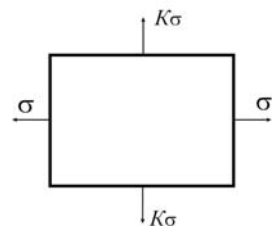

Рис. 2.10
**2.10.** Элемент пластинки находится под действием напряжений, как показано на рисунке. Определить пределы значений коэффициента  $K$ , при которых в плоскости пластинки существуют линии, не изменяющие своей длины (рис.2.10).